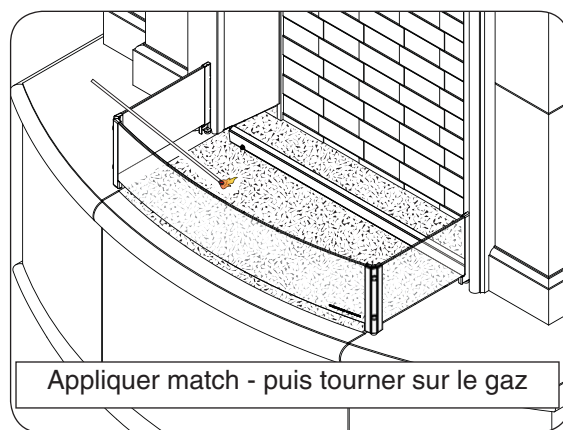

Fig. 30-1 Brûleur d'éclairage
3. Poser une allumette allumée sur la surface du support décoratif près du brûleur (**ne pas tenir l'allumette dans la main**) (Fig. 30-1).